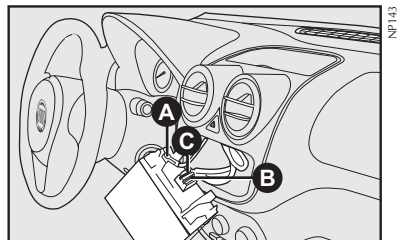

fig. 104
- Cables para la alimentación de la radio **C-fig. 104**.
- Cables para los altoparlantes y tweeters **B-fig. 104**.
- Cable para la alimentación de la radio **C-fig. 104**.
- Cable para altoparlantes delantero y trasero **fig. 104**.